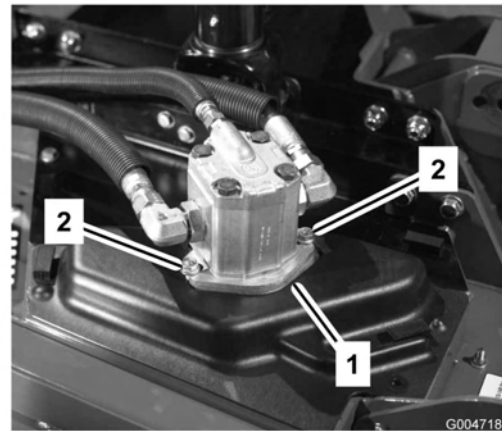

Bild 65
- Entfernen Sie die Schrauben, mit denen der Hydraulikmotor am Mähwerk befestigt ist (Bild 65). Heben Sie den Motor vom Mähwerk ab und legen ihn auf die Oberseite des Mähwerks.